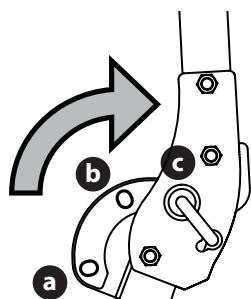

Figure 5
2. Lorsque les deux goupilles de verrouillage sont bloquées en position de RÉGLAGE, soulevez et tournez lentement la SPCR de la position TRANSPORT (a), au-delà de la position TRANSPORT AVEC DISPOSITIF D'ENSACHAGE (b) et jusqu'à la position FONCTIONNEMENT (c). (Figure 5).